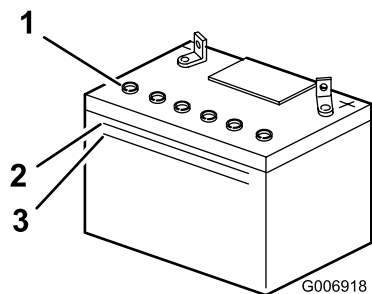

Figura 28
2. Guardate il fianco della batteria. L'elettrolito deve raggiungere la linea superiore (Figura 28).
Nota: Non lasciate scendere l'elettrolito sotto la linea inferiore (Figura 28).
3. Togliete i tappi di spurgo dalla batteria (Figura 28).
4. Aggiungete lentamente acqua distillata in ogni elemento della batteria finché l'elettrolito non raggiunge la linea superiore (Figura 28) sulla cassetta della batteria.
5. Attendete cinque o dieci minuti dopo avere riempito gli elementi della batteria. All'occorrenza, aggiungete dell'acqua distillata finché l'elettrolito non raggiunge la linea superiore (Figura 28) sulla cassetta della batteria.